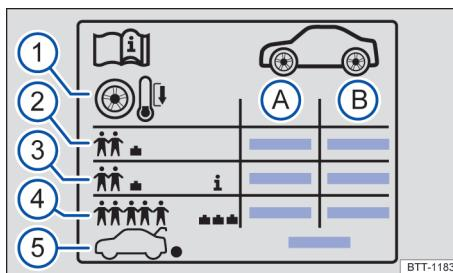

Fig. 237 Símbolos na etiqueta de pressão dos pneus.
Legenda para Fig. 237:
Dependendo do veículo, a etiqueta pode conter uma pressão conforto dos pneus → Fig. 237 3. A pressão de conforto dos pneus possibilita aumentar o conforto da condução. Ao conduzir com a pressão de conforto dos pneus, pode aumentar o consumo de combustível.
- Adequar sempre a pressão dos pneus às condições de carga → Fig. 237 4.